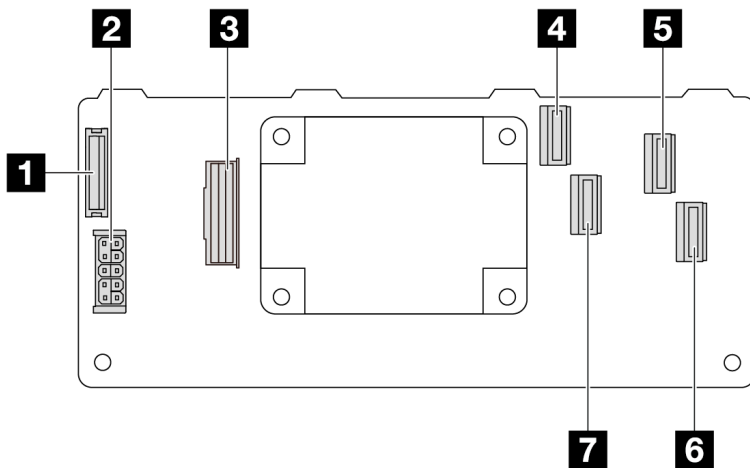

Рис. 319. Адаптер RAID 16i Gen 3 CFF (четыре разъема порта)
- Рис. 319 «Адаптер RAID 16i Gen 3 CFF (четыре разъема порта)» на странице 370